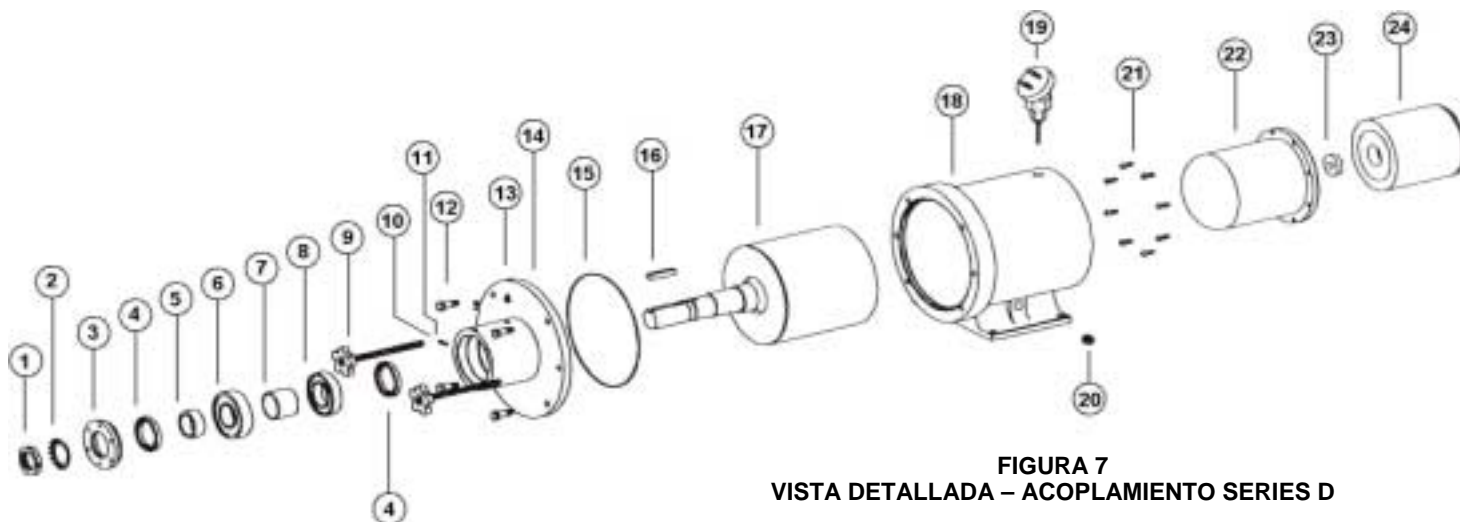

FIGURA 7
1. Coloque los dos tornillos niveladores (2-297-022-999) en la guarnición del cojinete. Ver Figura 7, página 5 y Figura 8, página 6. Retire los dos tornillos de 0.50" y enrosque una barra roscada de 0.50" NC x 8" en estos agujeros. Retire los otros dos tornillos de 0.50".